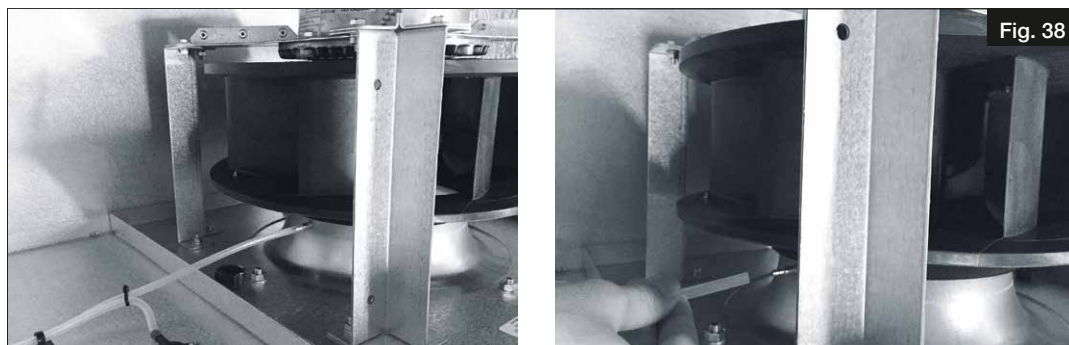

Fig. 38
3. Retirer les tuyaux de pression du ventilateur (voir Fig. 38).